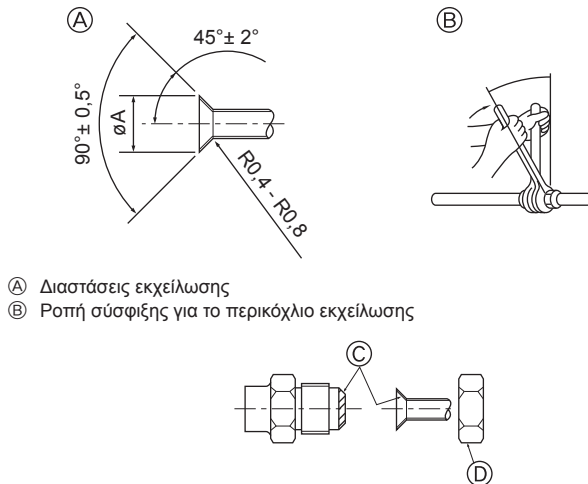

Fig. 4-5
(A) (Fig. 4-5)
(B) (Fig. 4-5)
- (A) Εμπρόσθιο κάλυμμα σωληνώσεων
- (B) Κάλυμμα σωληνώσεων
- (C) Βαλβίδα διακοπής
- (D) Καπάκι εξυπηρέτησης
- (E) Ακτίνα ζώνης : 100 mm - 150 mm
4.4. Σωλήνες σύνδεσης (Fig. 4-5)